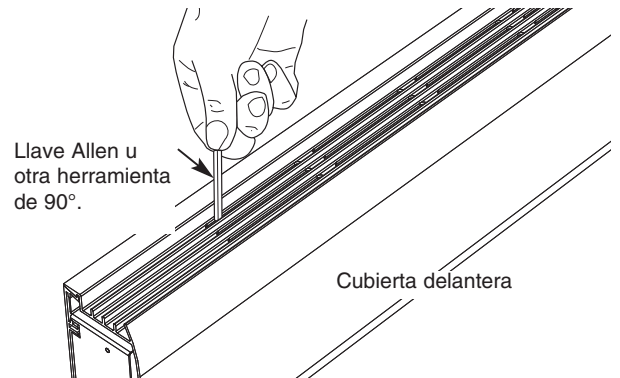

Fig. 7
2. Para limpiar el interior del calefactor se requerirá el desmontaje de la cubierta delantera. Para desmontar la cubierta delantera, primero desenganche el seguro de cierre a presión trasero superior. Utilice una herramienta en forma de "L", tal como una llave Allen, para levantar debajo de la rejilla entre la hilera trasera de ranuras (vea la Fig. 7). Comience en cualquier extremo y levante la cubierta delantera hasta que la tensión en la cubierta desprenda el gabinete. Continúe moviéndose a todo lo largo del calefactor hasta que la cubierta se suelte.